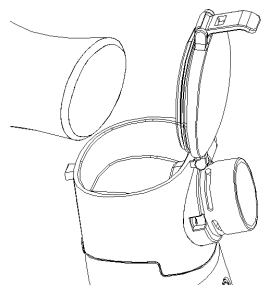

Рис. 7
- Залейте лекарство в лекарственный контейнер (Обратитесь к рис. 7).